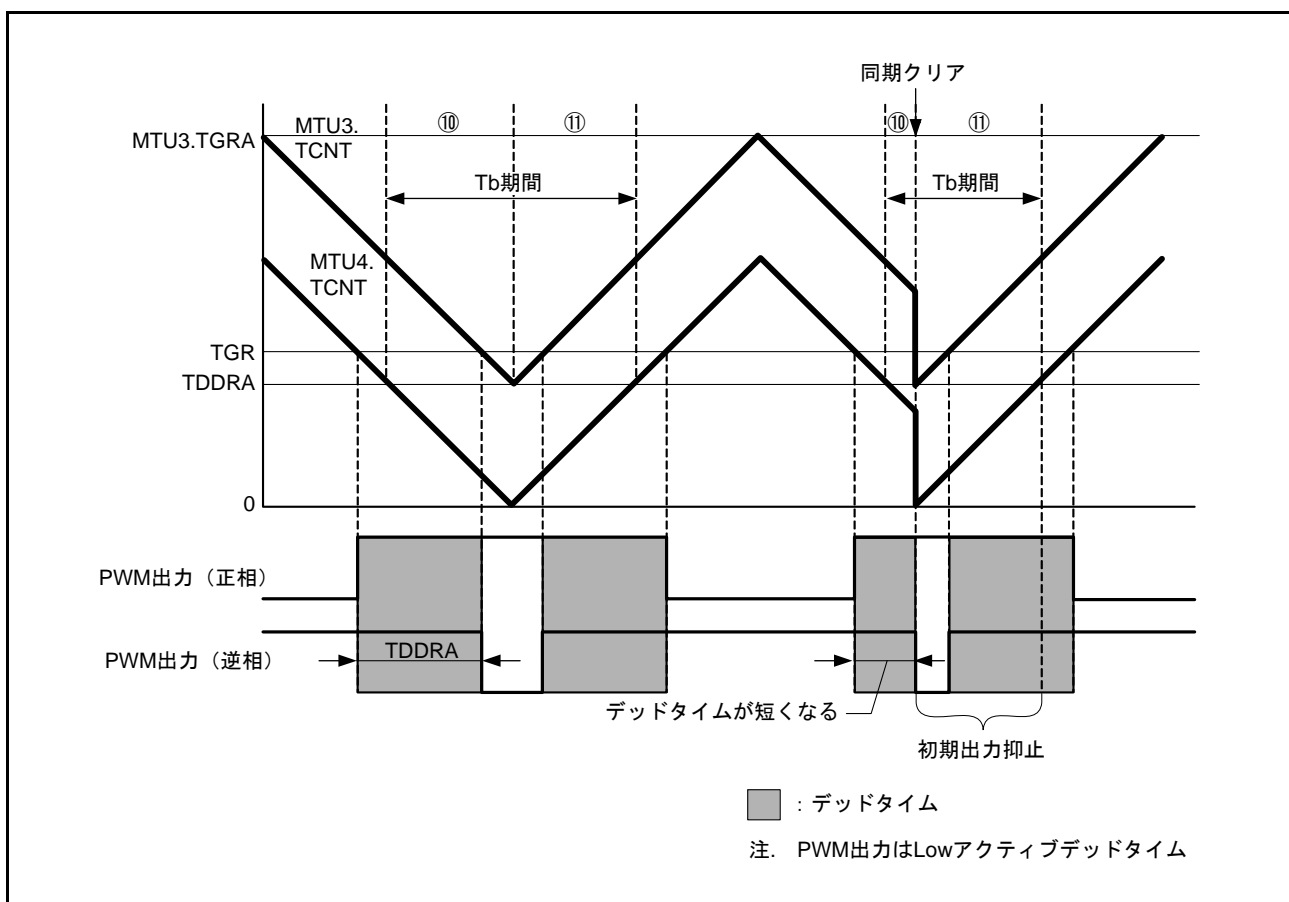

図 16.140 同期クリア例 (条件 1 の場合)
条件 1：初期出力の抑止期間⑩にて、PWM 出力がデッドタイム期間中に同期クリアした場合 (図 16.140 参照)。